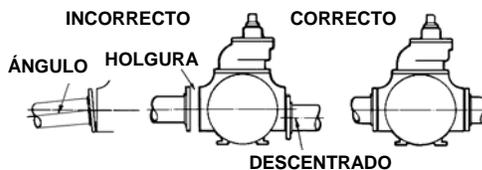

Figura 2
8. Verifique la alineación de las tuberías hacia la bomba para evitar tensiones que posteriormente pudieran causar un desalineamiento. Consulte la figura 2. Desemperne las bridas o rompa los empaques de unión. Las tuberías no deben separarse ni caerse. Después de que la bomba haya estado en operación durante una semana o dos, vuelva a verificar completamente la alineación.